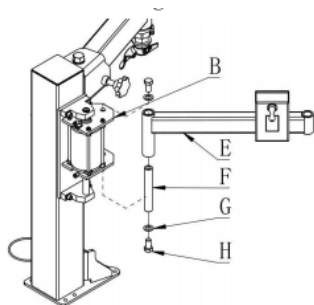

Abb.5
- Entfernen Sie F von B und setzen Sie F in E ein, wie in Abb.5 dargestellt. Befestigen Sie den Arm E mit der Schraube H (M16*30) und der Unterlegscheibe G an der Basis B, ziehen Sie sie fest und stellen Sie sicher, dass der Arm E in horizontaler Richtung beweglich ist.